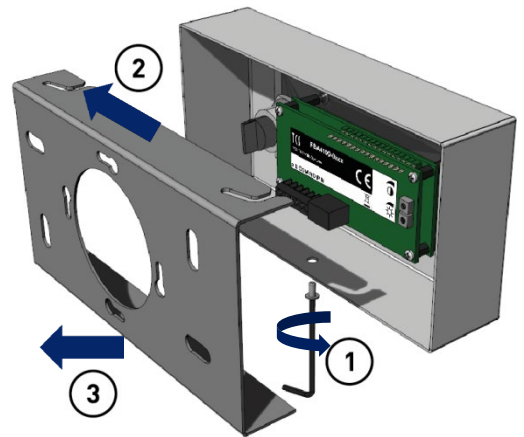

Abb. 3: Gerät öffnen
- ▶ Entfernen Sie die Linsenschraube M3x6 (1) mit einem Sechskant-Winkelschraubendreher (Abb. 3).
- ▶ Schieben Sie die Montageplatte nach links (2).
- ▶ Ziehen Sie die Montageplatte (3) aus dem Gerät heraus.